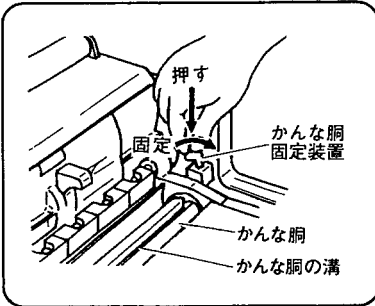

図 30
(2) かな胴固定装置のレバーを指先で押し右(図中固定側)にまわしてかな胴を固定します。(図 30)